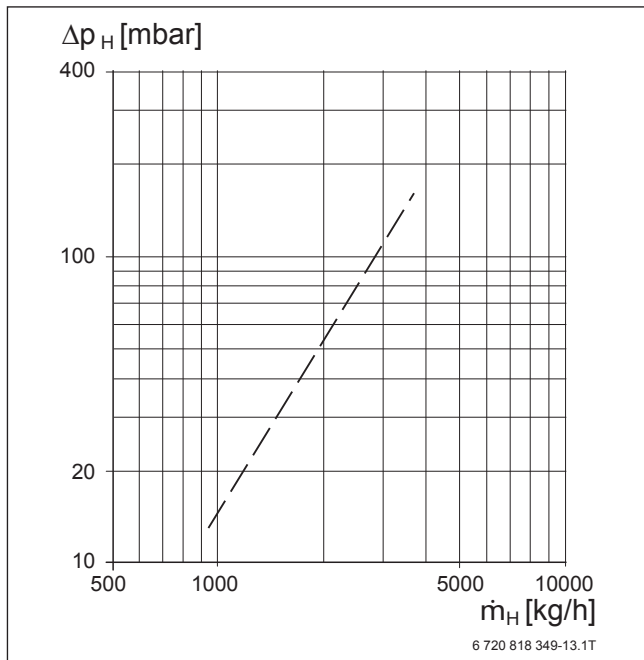

Bild 68 Logalux SU160/5 und SU200/5 (Standardwerte → Tabelle 36, Seite 99)
**Legende zu Bild 68 bis 70:**